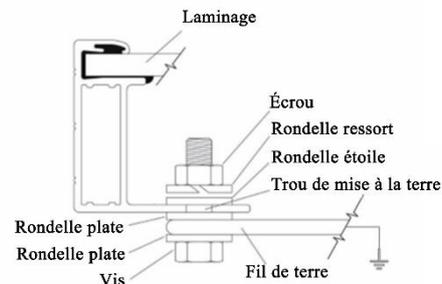

FIGURE 1
• Utilisez des boulons M8 et des rondelles pour relier le fil de terre et le cadre en aluminium à travers les trous de mise à la terre (comme indiqué sur la figure 1). Le couple de serrage est de 3-7N.m. Tous les écrous et rondelles doivent être en acier inoxydable.